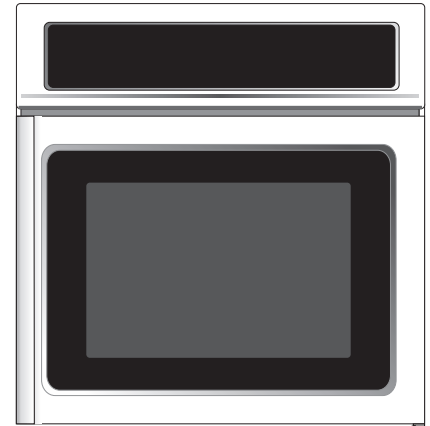

Figure 14
- 6.4.4. Fixez la vis du pivot (Voir **G**, Figure 14).
2. Déposez un niveau à bulle sur la grille (voir la figure 14). Prenez 2 lectures en plaçant le niveau en diagonale dans une direction, puis dans l'autre direction. Utilisez des entretoises de bois sous le four encastré pour niveler si nécessaire.